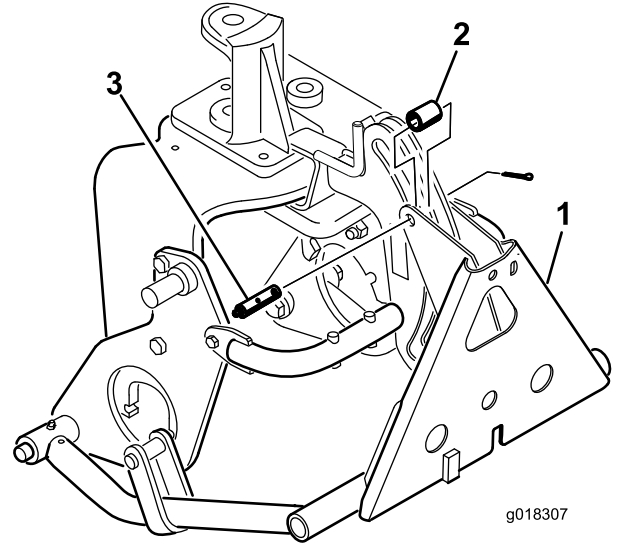

図 12
3. 油圧シリンダの胴体の上部を、右側のプラウ・プレートにピンに取り付け、リテーナ・リングで固定する(図 12)。このとき、シリンダの油圧ポートが前を向くように取り付けること。
4. ピン1本とリテーナ・リング2本を使って、シリンダ・ロッドをプッシュ・アームのストラップに取り付ける(図 12)。